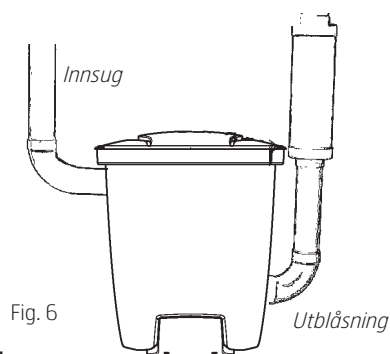

Fig. 6
5. Sett i blindpluggen i det uttaket der sugstussen tidligere satt. Montere med de fire skruene. Utblåsningsrøret må festes godt til vegg så det ikke løsner fra stussen. Tenk på at du skal kunne vri det bøyde røret til ulike sider for en passende rørføring. Koble deretter til utblåsningsrøret og lyddemper, Fig 6. Monter sentralstøvsugeren slik at utblåsningsrøret blir så kort som mulig, maks 10 meter. Tenk på omgivelsene ved plassering av utblåsningen. Bruk derfor alltid lyddemper.